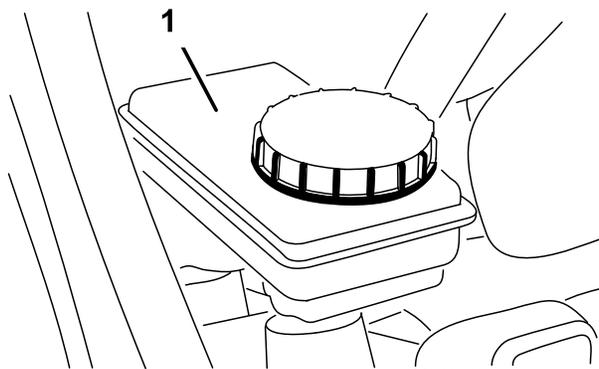

図 25
2. タンクの FULL マークまでオイルが入っているのを確認する 図 25。
3. 液量が不足している場合には、まず補給口周辺をきれいに拭き、キャップをはずして、所定のブレーキオイルを適正量まで補給する 図 25。